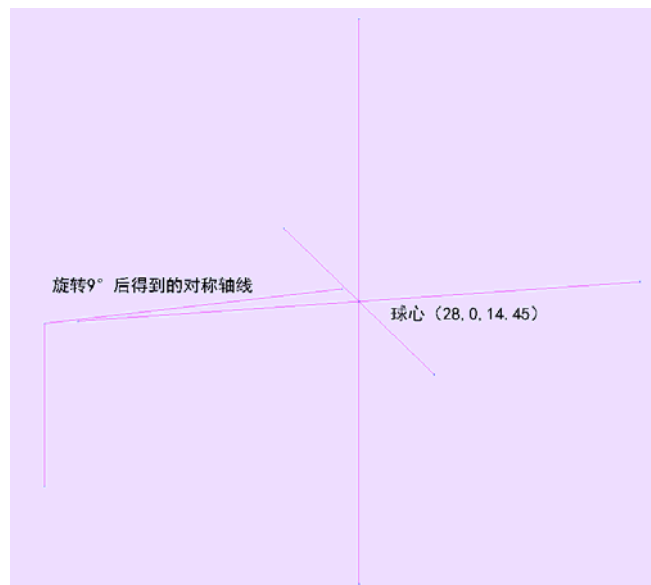

图 5. 球半径和花瓣对称轴
2. 如图 5 所示，从球心位置开始画球，首先继续在正交状态下从球心往 x,y,z 正方向和负方向三个方向画球的半径 25 米。将建筑物中心到球心的线旋转 9° 得到了花瓣的对称轴线。